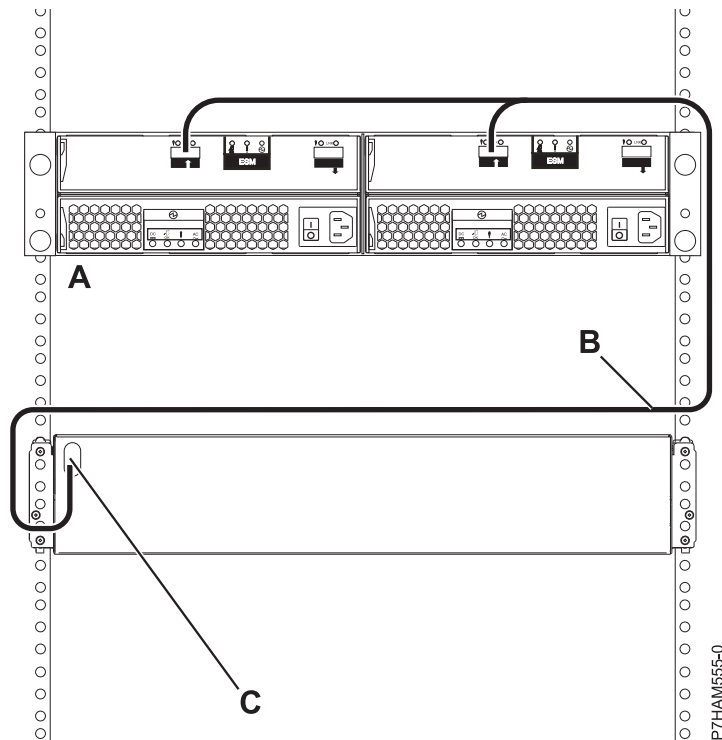

図 32. 単一 SAS ドロワーをサポートするシステムへの YI ケーブルを使用した、1 台の 5886 ディスク・ドライブ・エンクロージャの接続
8. 80 ページの図 32 に示すように、単一 SAS ドロワー (C) をサポートするシステムへの YI ケーブル (B) を使用した、1 台の 5886 ディスク・ドライブ・エンクロージャー (A) の接続を行います。